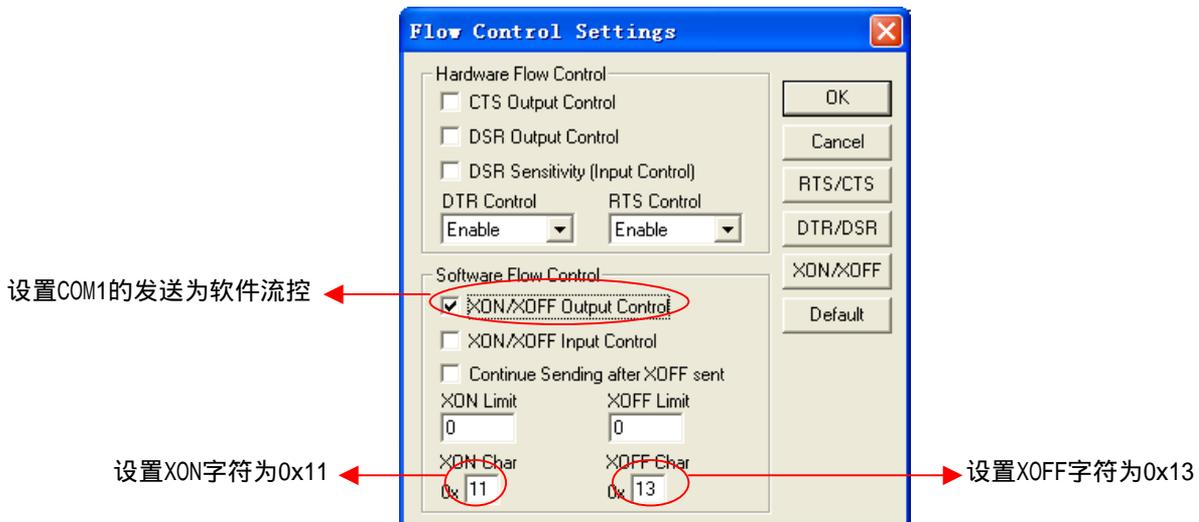

图38 COM1的流控设置
步骤三：执行COM1的Flow Control菜单项，弹出Flow Control Settings对话框中的XON/XOFF Output Control前选中该选项(如图38所示)，以使COM1的输出为软流控的工作方式，点击OK按钮完成设置。
**说明：串口设置成XON/XOFF软件流控时，被设置串口将忽略接收到的XON/XOFF字符。以上实验中，COM1的终端窗口并不显示从COM2发来的XON/XOFF字符，而其它字符则可以正常显示。此外，串口的XON/XOFF字符可以由用户在Flow Control Settings设置对话框中自行设定，如图38所示。**